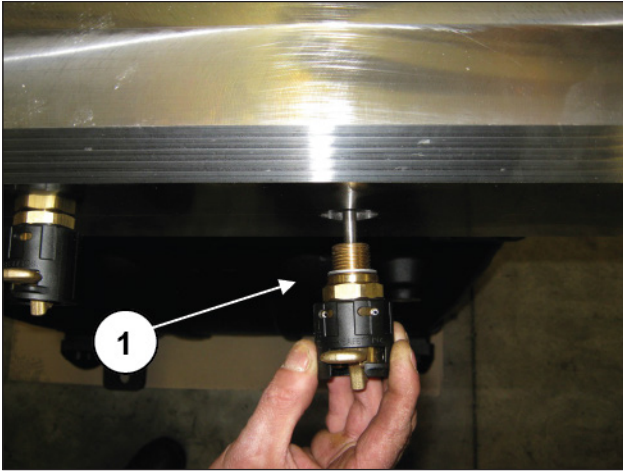
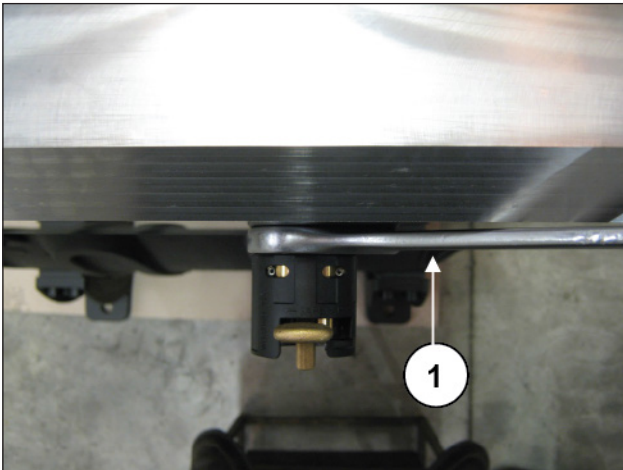

Abb. 198
Abb. 199
Bringen Sie die Ventilöffner an (Pos. ①, Abb. 198) und drehen Sie diese mit einem 30 mm Schlüssel fest (Pos. ①, Abb. 199).